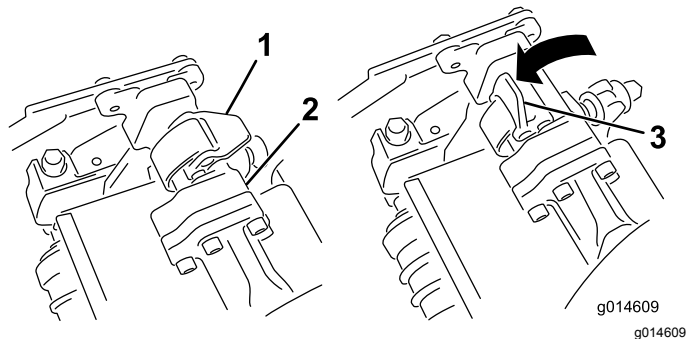
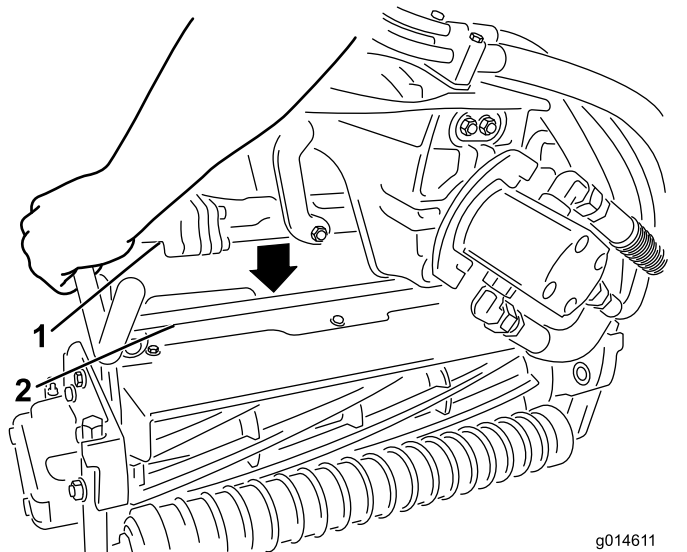

图11
图12
5. 当悬挂臂杆上的门锁指向上方即打开时图11向下压悬挂臂使悬挂臂杆与滚刀组上方的支架相契合图12。
6. 向下并绕着滚刀组横杆关闭门锁将它们锁定到位图11。